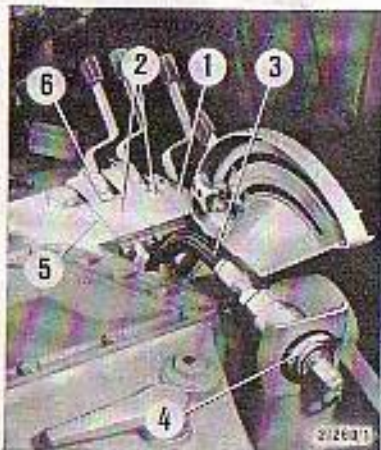

Bild 51
Neben dem fest eingebauten Regelsteuergerät, welches mit dem Hauptsteuerhebel – H 1 – (Bild 37) gesteuert wird (Bedienung Dreipunktkupplung), können bis zu 3 einfach oder doppelt wirkende Zusatzsteuergeräte zur Bedienung außenliegender Arbeitszylinder am Flansch ⑤ des Krafthebers angebaut werden (Bild 51).
Um ein unbeabsichtigtes Betätigen der Steuerhebel während des Transportes oder bei Nichtbenutzung der Zusatz-Zylinder zu verhindern, sind auf den Zwischengeräten Fangfedern ⑥ angebracht, mit welchen die Steuerhebel festgehalten werden können (Bild 51).